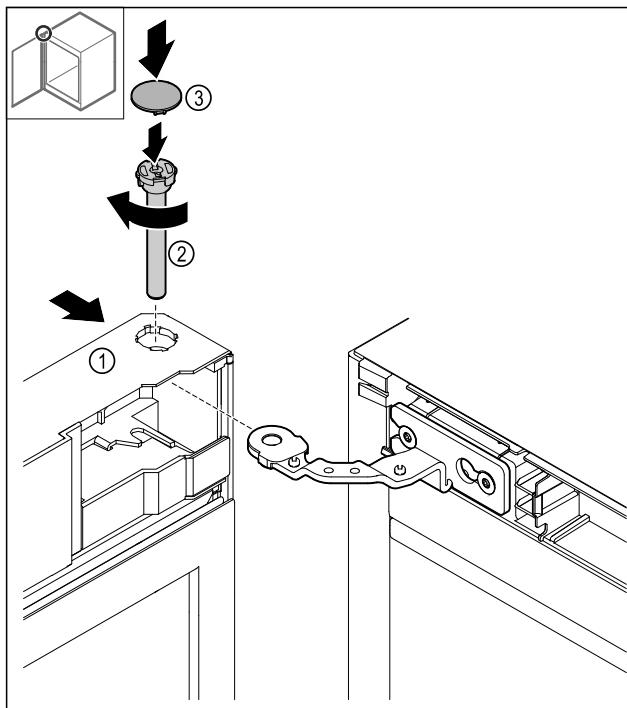

Fig. 44
- ▶ Deslizar la puerta Fig. 44 (1) hacia arriba sobre la bisagra.
- ▶ Insertar el perno Fig. 44 (2) y girarlo en sentido horario para apretarlo.
- ▶ Colocar la cubierta Fig. 44 (4).